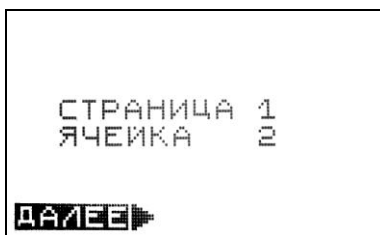

Рис. 24
- клавишами "Стрелка вверх" и "Стрелка вниз" установить курсор на надпись "**ЗАПИСЬ**" в левой части индикатора и нажать клавишу "Ввод". В память будет записан результат, отображаемый в центре индикатора крупными цифрами. После этого на индикаторе появится номер (адрес) ячейки и текущей "страницы" памяти, в которую записан результат (Рис. 24).